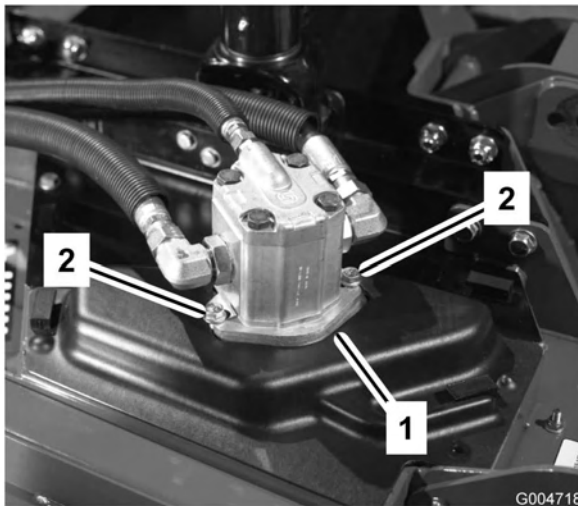

Figura 66
4. Retire os parafusos que fixam o motor hidráulico à unidade de corte (Figura 66). Levante o motor da unidade de corte e coloque-o na zona superior da unidade de corte.